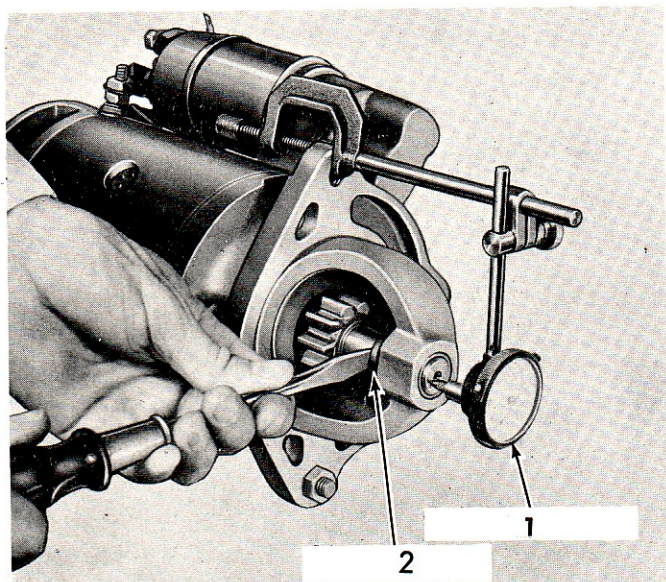

Fig. 51.
1. Serrer le démarreur dans un étau équipé de mordaches en cuivre et fixer un comparateur suivant la méthode illustrée Fig. 51.